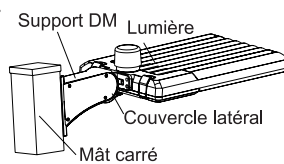

Figure 12
Étape 2 : Mettre le fil connecté dans la boîte de jonction, puis couvrir la boîte de jonction. (Fig. 12)